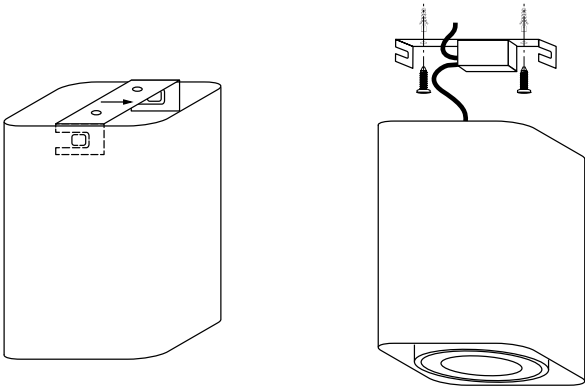

Рис. 2. Установка и подключение светильника
- 3.2. Установите светильник, как показано на рис. 2.